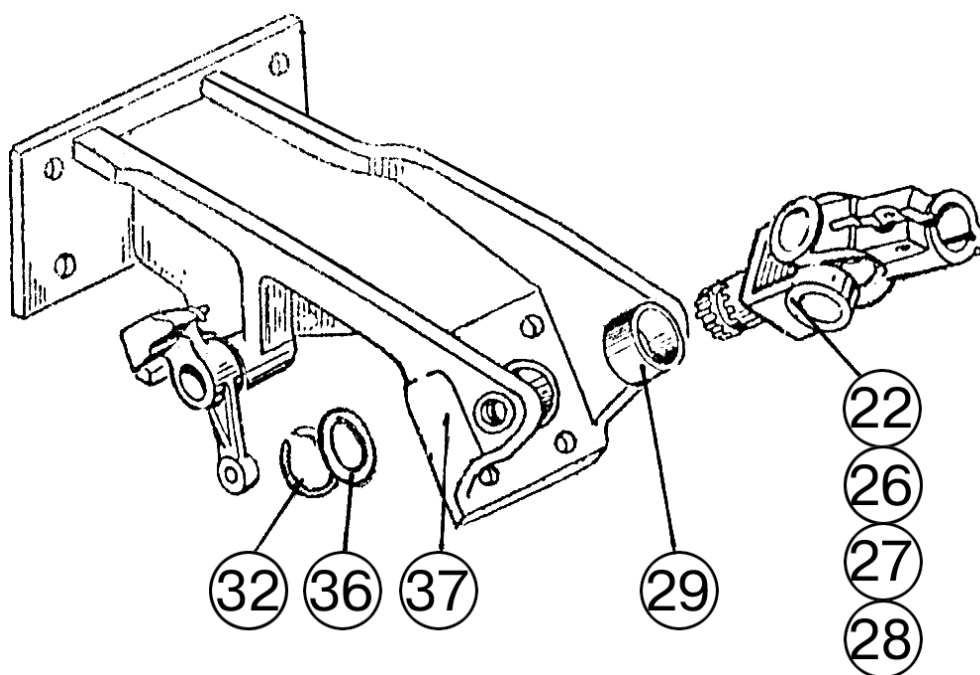

Рис.6.13
- 2) установите втулку (29), (рисунок 6.13), в кронштейн (37);
- 3) смажьте внутреннюю поверхность втулки (29), (рисунок 6.13) смазкой «Литол-24» и вставьте во втулку карданное соединение (22), (26), (27), (28);
- 4) установите шайбу (36), (рисунок 6.13), и зафиксируйте стопорным кольцом (32);